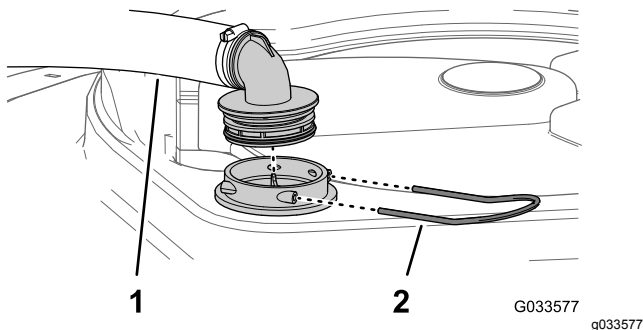

Bild 95
2. Nehmen Sie oben am Sprühbehälter den Halter ab, mit dem das Schlauchanschlusstück befestigt ist, das am dicken Schlauch und dem Filtergehäuse angeschlossen ist (Bild 95).
3. Nehmen Sie den Schlauch und das Schlauchanschlusstück vom Filtergehäuse ab (Bild 95).